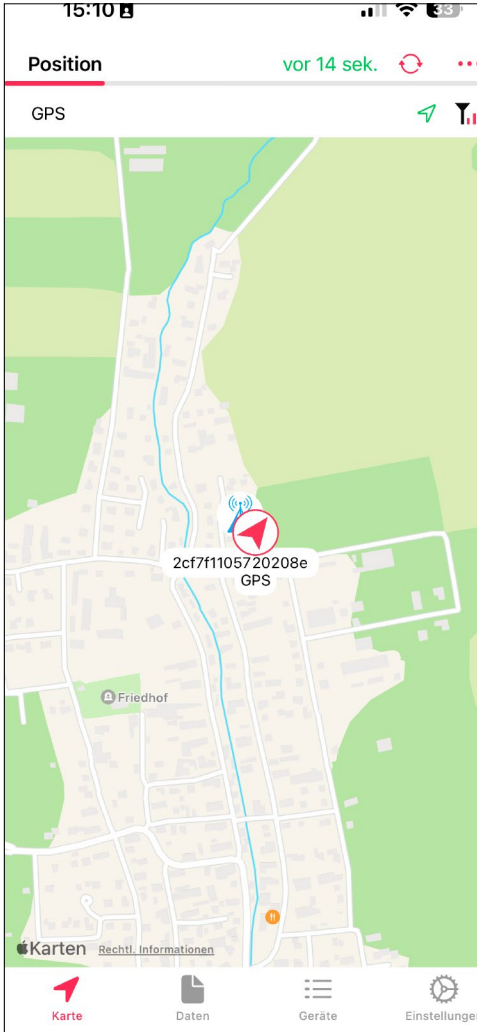

Abbildung 9.23: Die Smartphone-App LoWTrack
- Die **Karte** zeigt die Position des GPS-Trackers (siehe Abbildung 9.23).